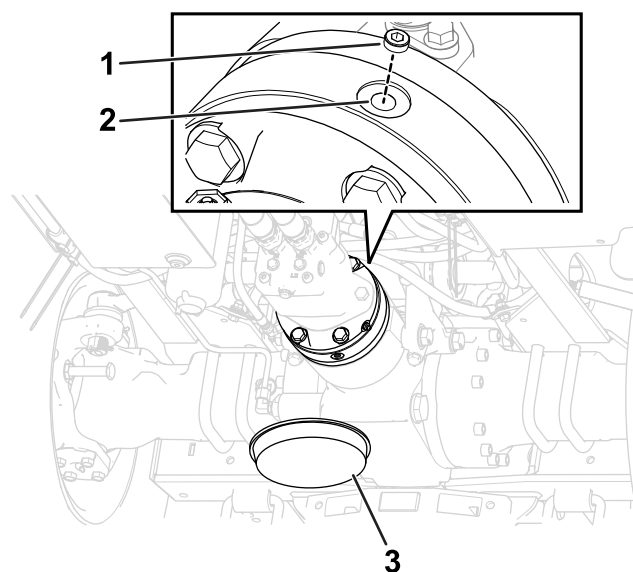

Figure 104
5. Retirez le bouchon de remplissage au sommet du carter de frein (Figure 104).
7. Remettez le bouchon de remplissage dans l'orifice de remplissage (Figure 104).